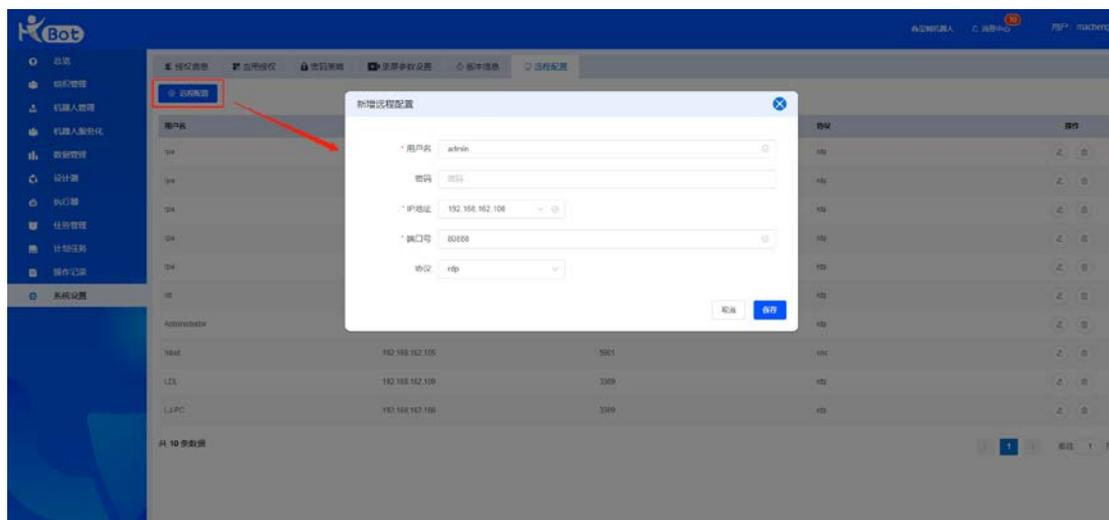

图 75
- 新建远程配置：新建一个对“无人值守”Worker 远程的配置，需要获取“无人值守”Worker 终端的用户名、登录密码、IP 地址、端口号、传输协议。如图 75。